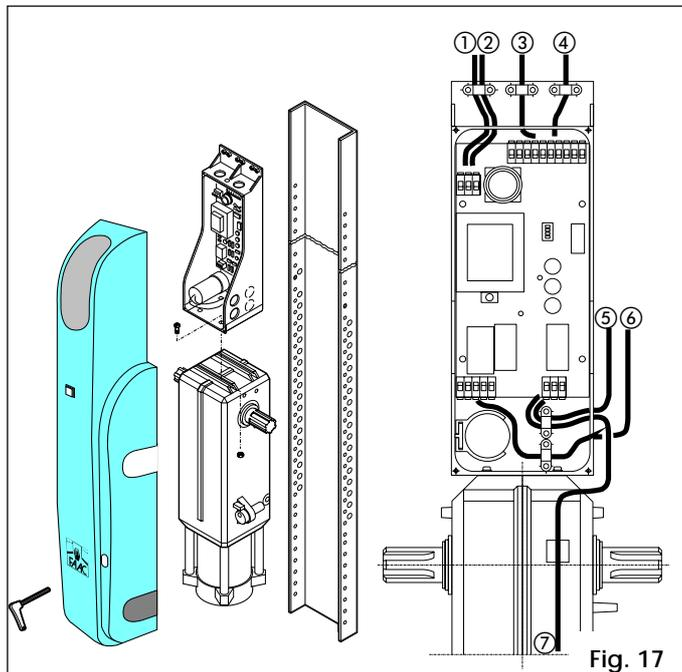

Fig. 17
- Con el eje de rotación arriba (Fig. 17) El soporte de la tarjeta se fija al motorreductor con 4 tornillos que se roscan en las tuercas insertadas en las guías correspondientes.